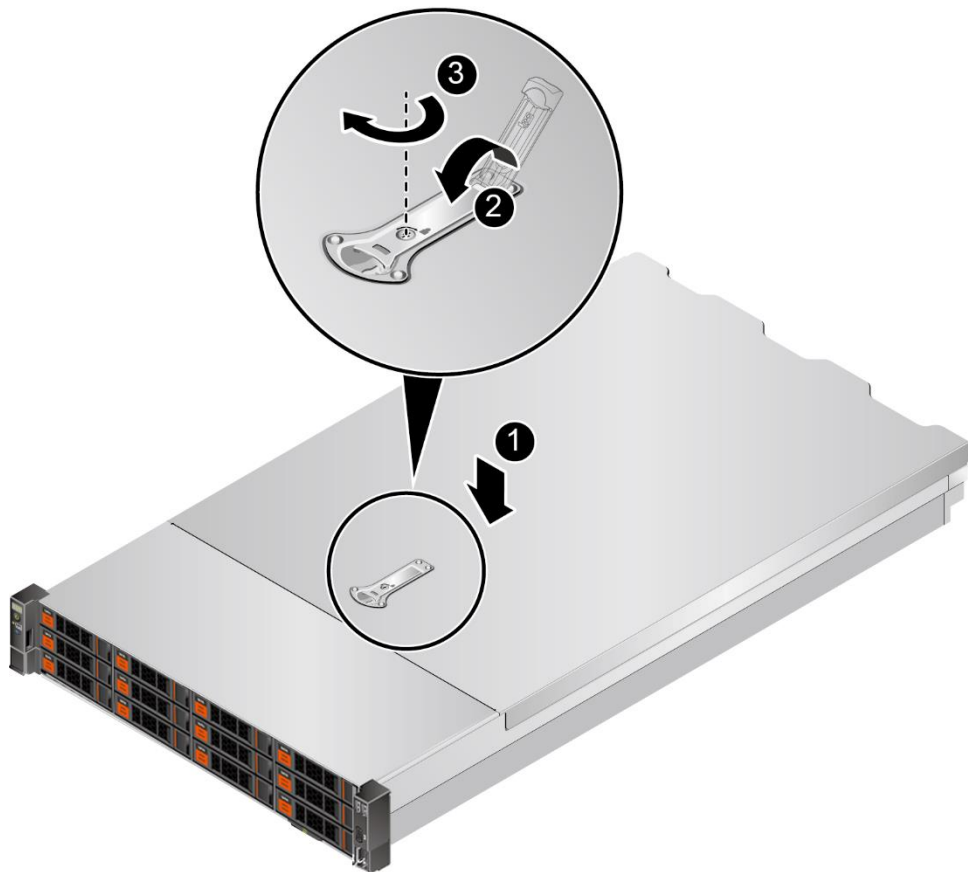

图 3-13 安装机箱盖
2. 对准固定卡槽水平放下机箱盖，闭合机箱盖扳手，如图 3-13 中①、②所示。
3. 用一字螺丝刀顺时针旋转扳手锁扣，固定机箱盖扳手，如图 3-13 中③所示。